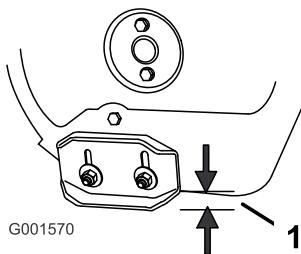

Bild 42
2. Lösen Sie die Muttern, mit denen beide Kufen an den Seitenplatten des Räumwerks befestigt sind, bis sich die Kufen leicht nach oben und unten verschieben lassen (Bild 42).